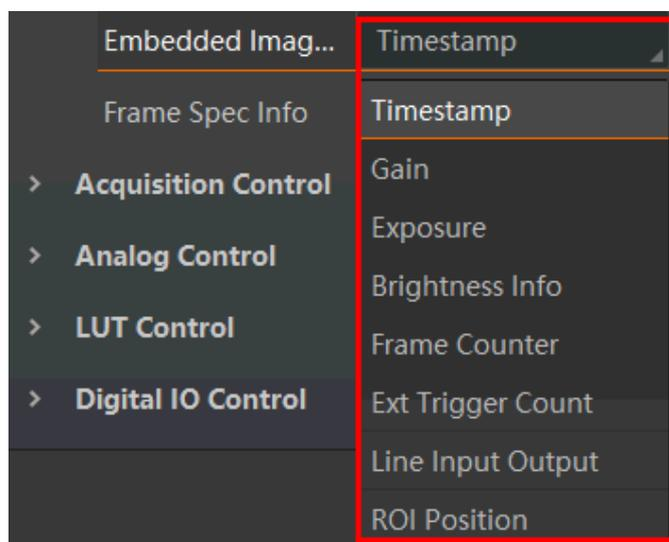

图12-2 选择水印信息
1. 展开 *Image Format Control* 属性，在 *Embedded Image Info Selector* 下拉框处，选择需要嵌入的信息，如图 12-2 所示。